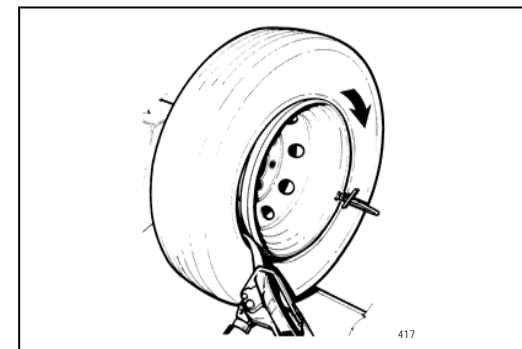

Fig.27
4. Turn the chuck *clockwise* until the tire is completely mounted (Fig.27).
4. *Tourner l'arbre dans le sens des aiguilles d'une montre jusqu'à ce que le pneu ne soit complètement monté (Fig.27).*
4. Das Spannfutter im Uhrzeigersinn so weit drehen, bis der Reifen vollständig montiert ist (Abb.27).